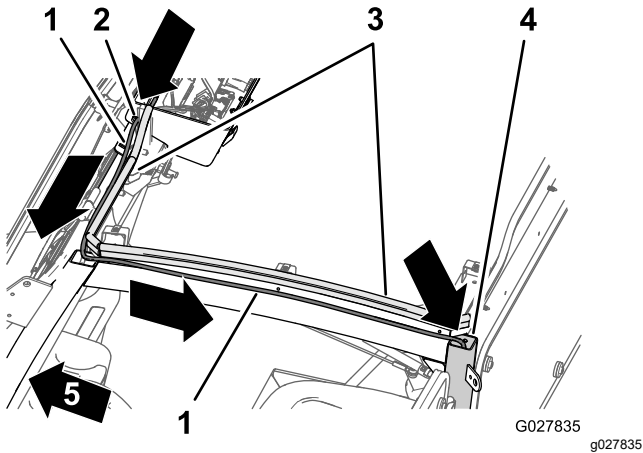

Figura 26
1. En la consola superior, enrute el arnés de cables de la bomba del lavaparabrisas (Figura 26) a la izquierda y a junto a la manguera que instaló en Enrutado de la manguera (página 9).
2. Enrute el arnés de cables hacia atrás, por el perfil izquierdo del bastidor de la cabina (Figura 26).